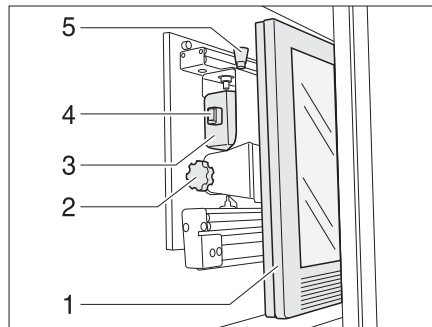

Fig. 58 Armario de TV
- Presionar el botón de desbloqueo (Fig. 58,5) y tirar el soporte para la pantalla plana hacia adelante hasta el tope agarrándolo del tirador (Fig. 58,4).
- Tirar del botón de desbloqueo (Fig. 58,1) y girar la pantalla plana (Fig. 58,2) a la posición deseada.
- Aflojar el tornillo moleteado (Fig. 58,3).